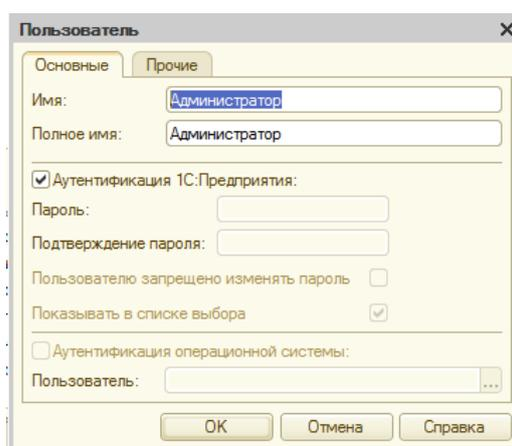

Рисунок 119 Создание пользователя
28. Добавьте нового пользователя с именем Администратор с помощью кнопки «Добавить» или меню **Действия – Добавить**. Установка и подтверждение пароля в учебной версии платформы 8.2 не доступны (рис. 119).